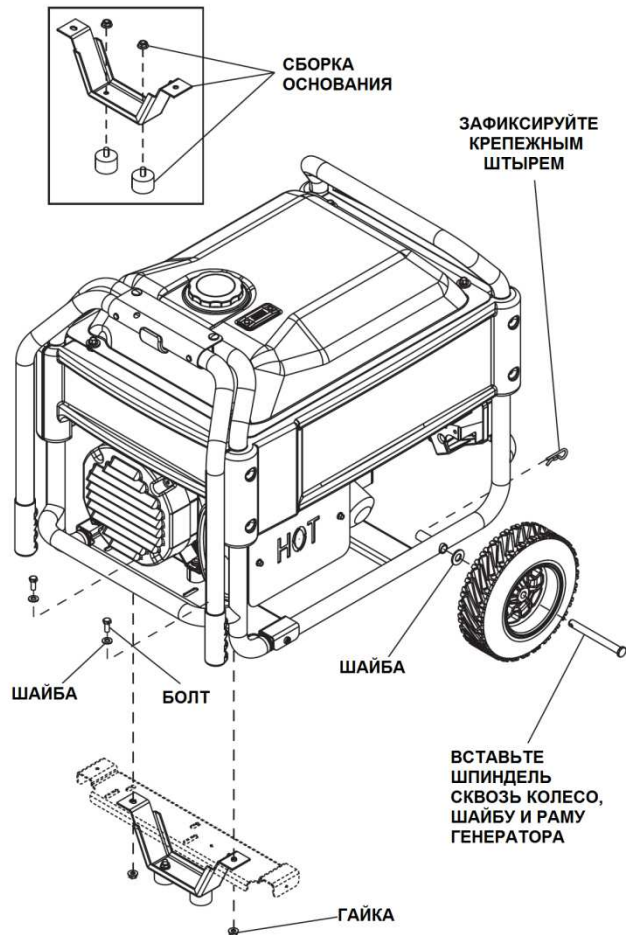

Рисунок 2 – Сборка дополнительных опций (колесной базы)
- Обратите внимание на Рисунок 2 и установите колеса и основание, как показано на рисунке: